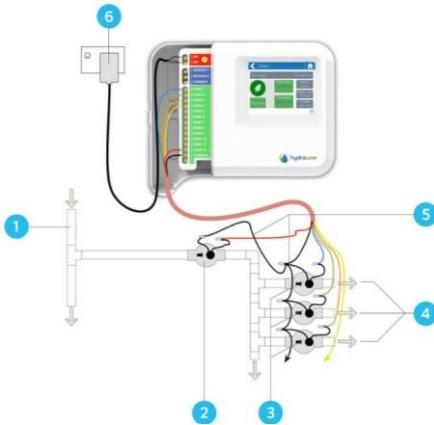

Рис. 15. Схема підключення контролера автополиву:
4. Оцінка джерела живлення: підключення до електромережі або автономне живлення (рис. 15).